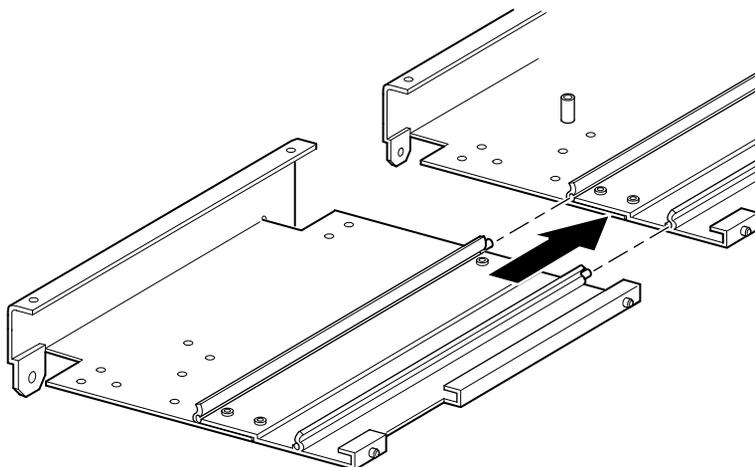

Figure 2-14. Installation d'une extension 5U ou 10U
8. Installez une extension 5U ou 10U en procédant comme suit (voir la Figure 2-14) :